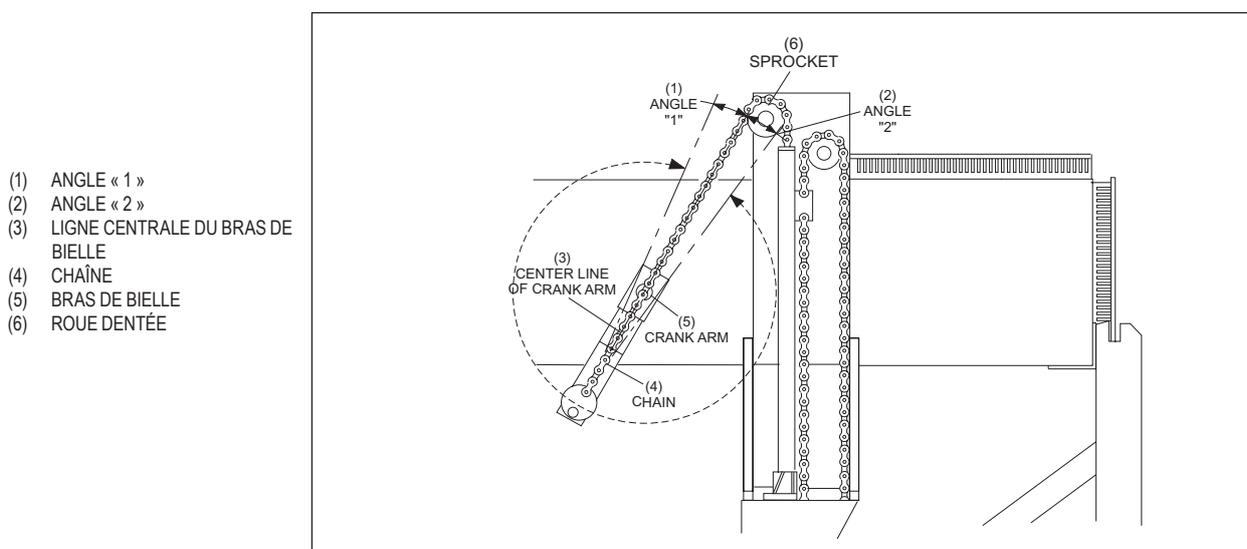

Figure 5-29. Angles de bras de bielle.
- c. Faites tourner manuellement la poulie de courroie en « V » du moteur de plateau jusqu'à ce que le bras de bielle du plateau de positionnement forme une ligne droite comme indiqué dans la *Figure 5-29*. (Reportez-vous à la section d'entretien de ce manuel pour la procédure d'abaissement de plateau correcte).
- b. Arrêtez la machine au terme du segment de détection du cycle et vérifiez l'angle 2. Redémarrez la machine et vérifiez l'angle 1 une fois que le déposeur de quilles a terminé son cycle. Reportez-vous à la *Figure 5-29*.